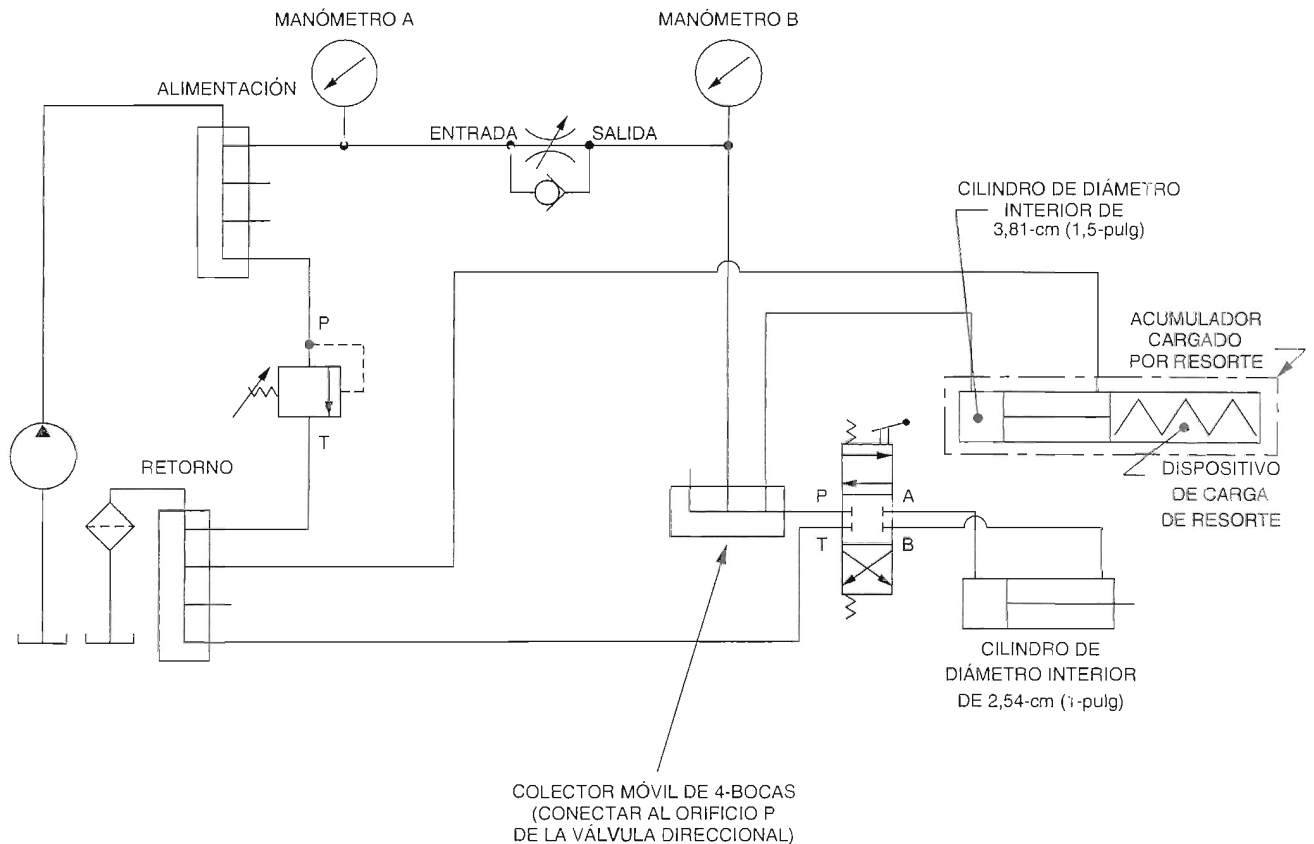

Figura 4-7. Acumulador utilizado como una fuente de alimentación auxiliar.
- ☐ 36. Intercambie las dos mangueras conectadas a los orificios de la válvula de control de flujo no compensada para poder obtener el circuito mostrado en la Figura 4-7. En este circuito, la válvula de control de flujo no compensada es utilizada para restringir el flujo de aceite hacia el circuito para simular una bomba de poca capacidad.